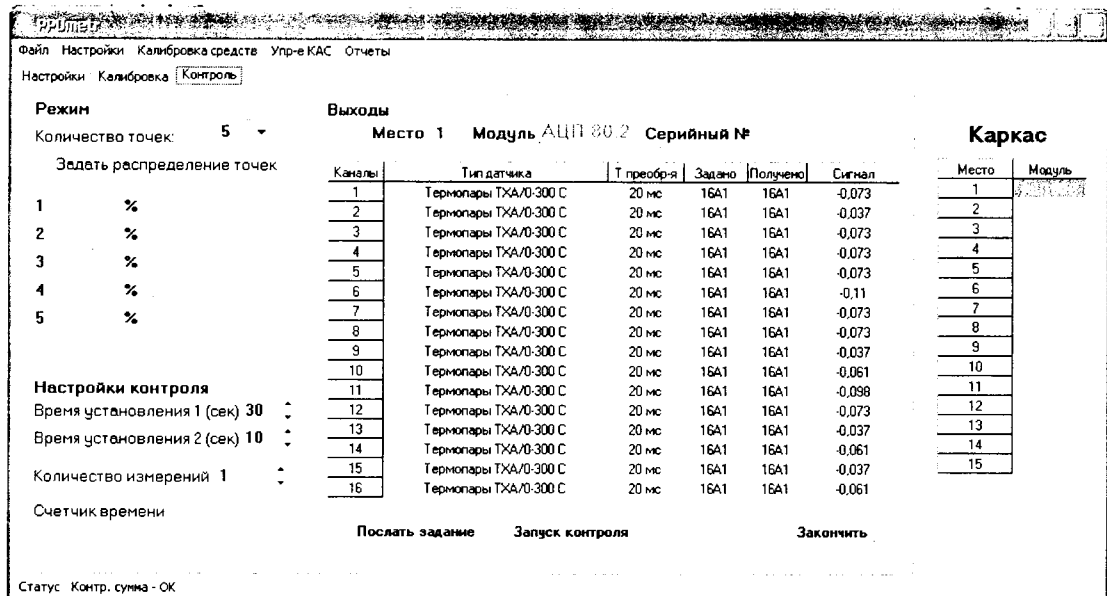

Рисунок 3 - Рабочее окно «Контроль»
6.4.2.15 Выбрать закладку «Контроль». На экране появиться рабочее окно «Контроль» (рисунок 3).
6.4.2.20 После формирования технологической программы происходит возврат к рабочему окну «Контроль» (рисунок 3).
6.4.2.27 В рабочем окне «Контроль» (рисунок 3) в строке «Меню» выбрать «Отчеты». Появится окно «Отчеты» (рисунок 8).